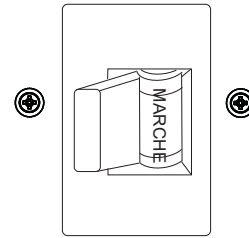

Figure 20. Disjoncteur principal (MARCHE)
- Placer le disjoncteur principal (Figure 20) en position **MARCHE**.